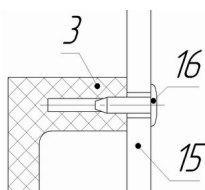
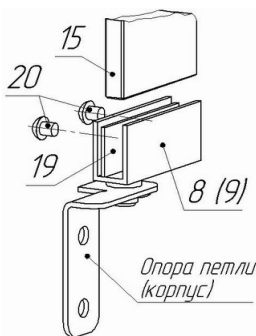
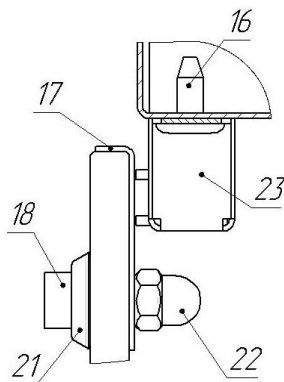

Рис. 2. Схема установки ручки.
Рис. 3. Схема установки петли.
Рис. 4. Схема установки накладки
2.2. Установите шампуры 6. Установите на стеклянные двери 15 ручки 3 при помощи саморезов 16 (рис. 2); накладку магнитной защелки 17 закрепите при помощи винтов 18, с шайбами 21 и гайками колпачковыми 22 (рис. 4). Затем стекла 15 закрепите в петлях 8 и 9 (рис. 3) посредством винтов 20 М4х5 и металлических прокладок 19 (40х15), выровняв стекла горизонтально. При необходимости выровняйте магнитные защелки 23 таким образом, чтобы их контакт с накладками 17 осуществлялся по всей поверхности магнитных пластин. Для этого ослабьте саморезы 16 (рис. 4), выровняйте магнитные защелки 23 и снова заверните саморезы.